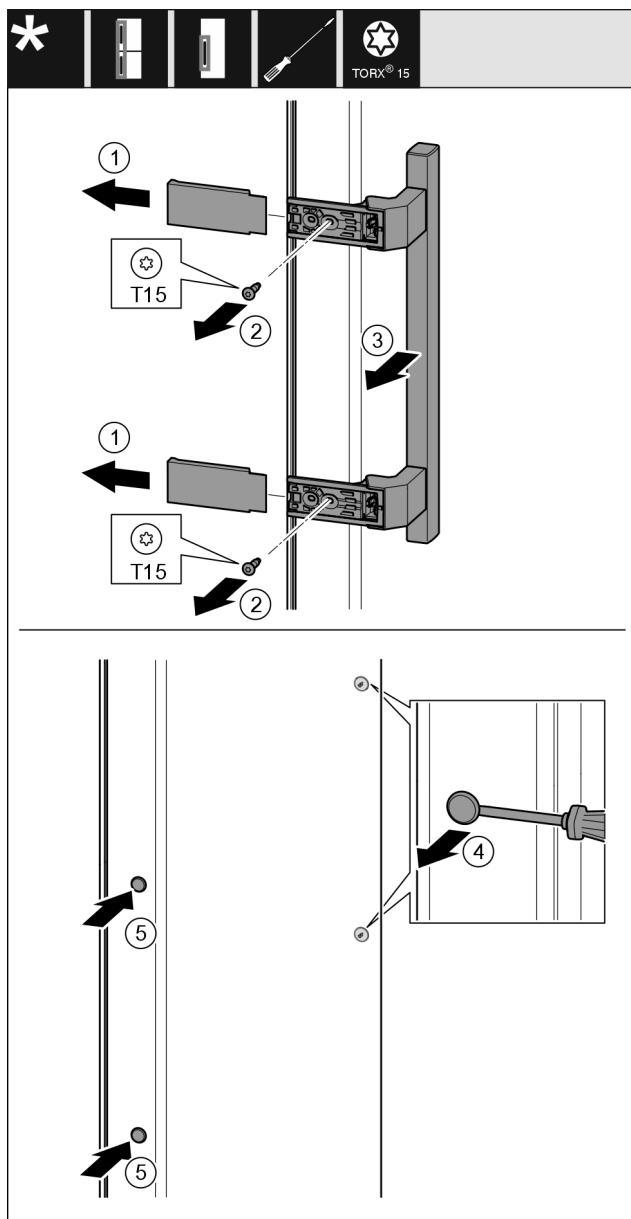

Fig. 23
- Abdeckung Fig. 23 (1) abziehen.
- Schrauben Fig. 23 (2) mit Schraubendreher herausdrehen.
- Griff Fig. 23 (3) abnehmen.
- Seitlichen Stopfen Fig. 23 (4) vorsichtig mit einem Schlitzschraubendreher anheben und herausziehen.
- Stopfen Fig. 23 (5) auf der anderen Seite wieder einsetzen.